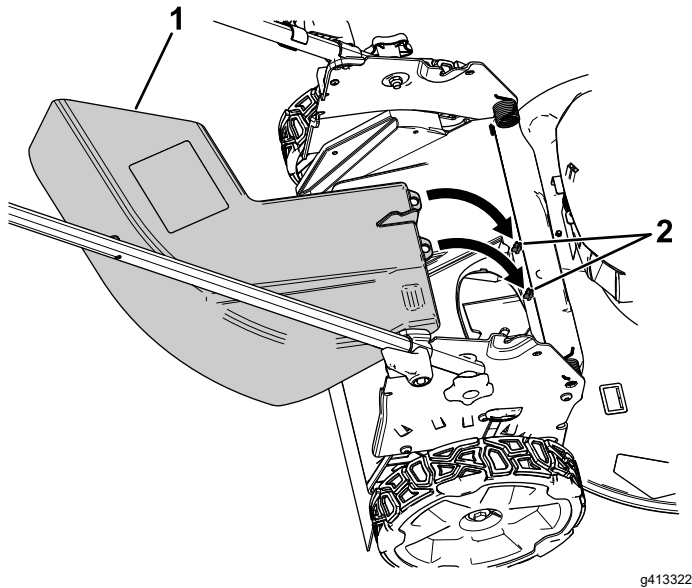

Figura 13
2. Conecte el conducto de descarga lateral a la parte trasera de la máquina usando los puntos de acoplamiento (Figura 13).